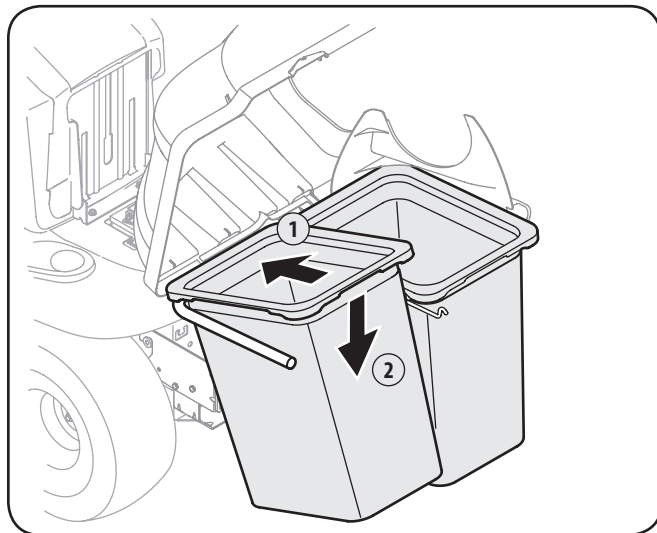

Figura 4-17
8. Instale ambas unidades con el lado de red apretada hacia adelante, en las ménsulas de soporte de las bolsas insertando primero el frente, como se ve en la Figura 4-17, y bajando el borde posterior hasta que calce en la unidad.